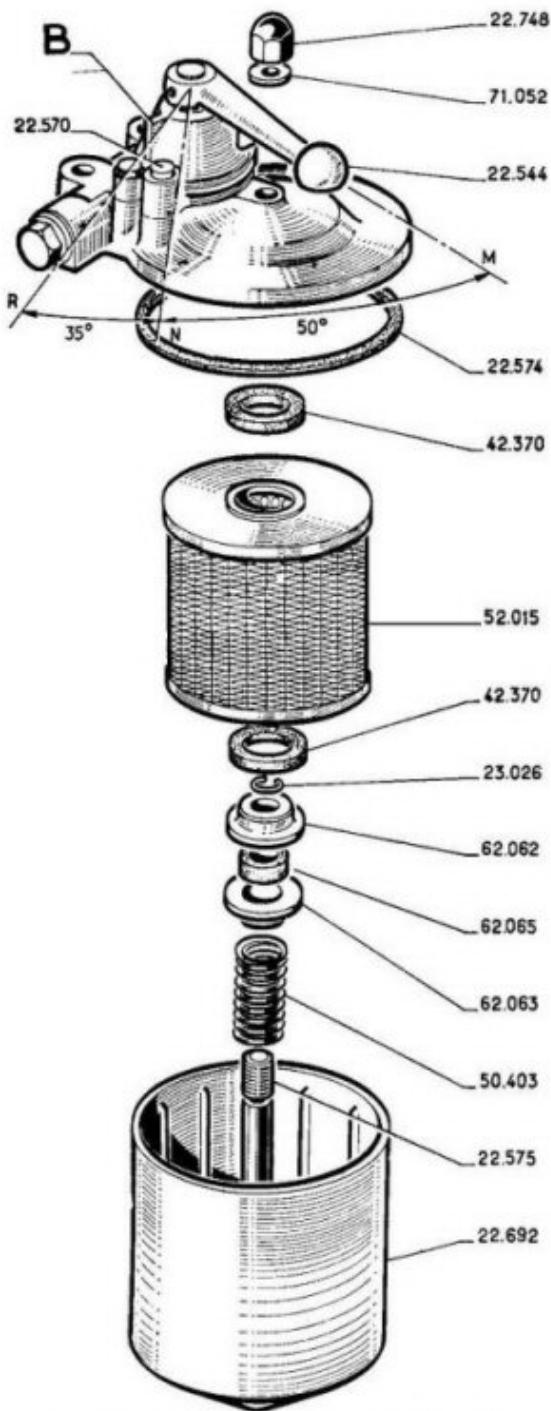

Figure 14. — Filtre à combustible 2^e modèle
- 2^e Filtre à combustible 2^e modèle avec cartouche (52.015) sans toile nylon (voir figure 14)